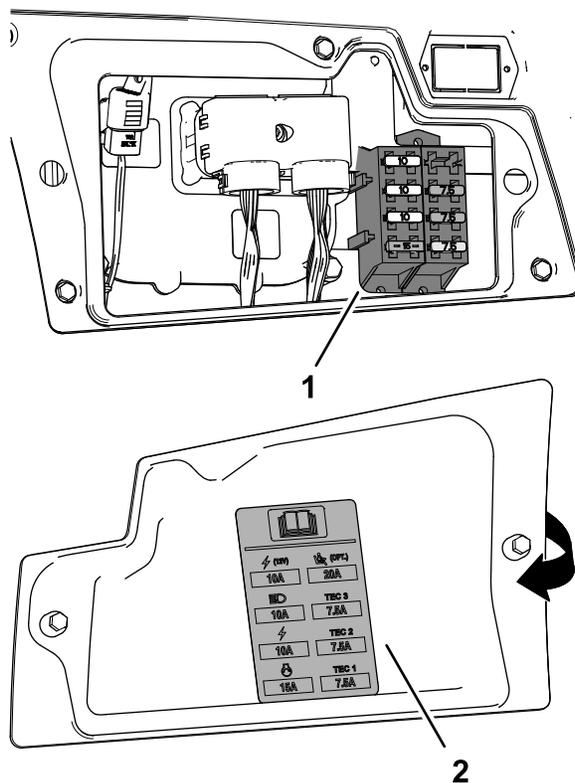

Рисунок 88
3. Замените перегоревший предохранитель (Рисунок 88) на предохранитель такого же типа и номинальной силы тока.